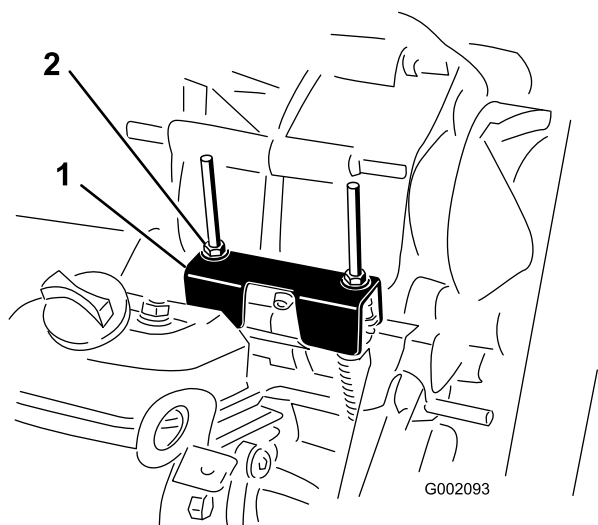

Figura 35
Durante l'esecuzione della manutenzione ordinaria e/o della diagnostica del motore, portate il transaxle in folle (Figura 35). Il veicolo è provvisto della posizione di folle sulla leva del cambio, che comanda la posizione di folle sul transaxle. Per accertarvi che la leva del cambio in folle agisca correttamente sulla posizione di folle del transaxle, osservate i punti sotto indicati.
2. Assicuratevi che la staffa di folle sia in posizione di folle (a livello della staffa di montaggio per cavo che si trova sotto la staffa del cambio) girando la frizione della trasmissione (Figura 35). Il veicolo non deve spostarsi né avanti né indietro. In caso contrario, mettete manualmente la staffa di folle in posizione di folle.
3. Serrate uno dei dadi di bloccaggio (Figura 35) per ottenere un gioco di 0,762 - 1,524 mm.